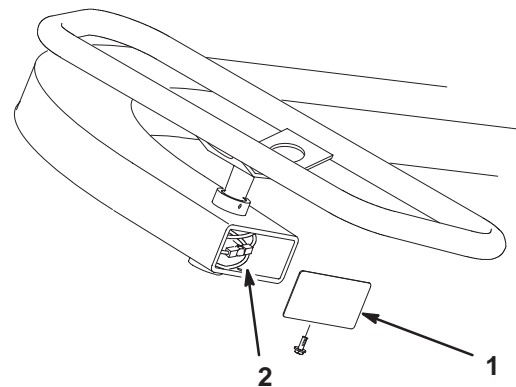

Bild 53
2. Ersetzen Sie die Kabel, wenn alle Kabelstränge verwendet wurden. Warten Sie ggf. die unter dem Lenkrad befindliche Riemenscheibe und das Lenkkabel. Nehmen Sie hierfür den Deckel am Ende der Lenksäule ab (Bild 53).